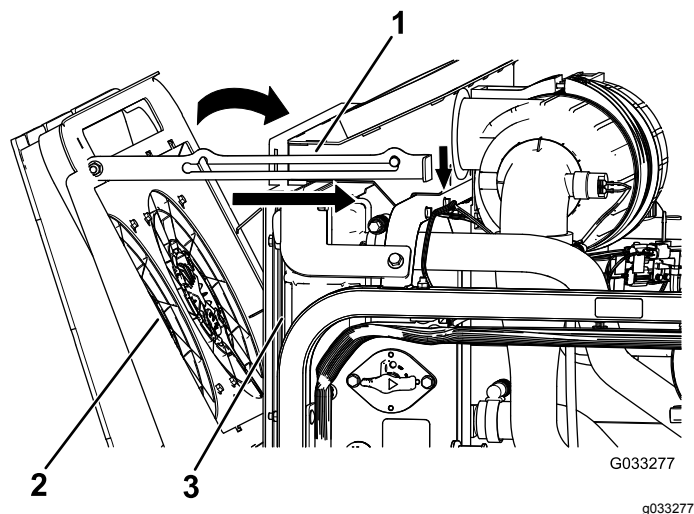

Рисунок 115
4. Поверните вентиляторы охлаждения двигателя вперед и зафиксируйте опорную стойку в выемке (Рисунок 115).